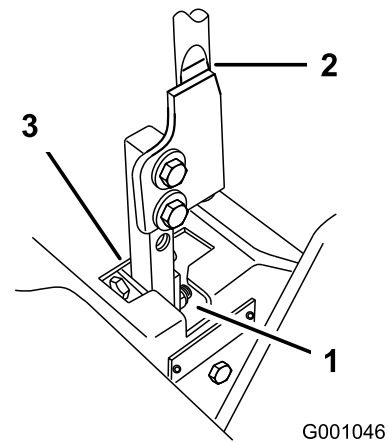

Figura 92
5. Mettete la leva in folle, senza bloccarla (Figura 92).
6. Tirate indietro la leva fino a quando il perno con testa (sul braccio sotto l'albero di articolazione) non viene a contatto con l'estremità della scanalatura (iniziando appena a mettere sotto pressione la molla) come illustrato nella Figura 92.
7. Controllate dove la leva di controllo corrisponde alla tacca nella consolle (Figura 92).